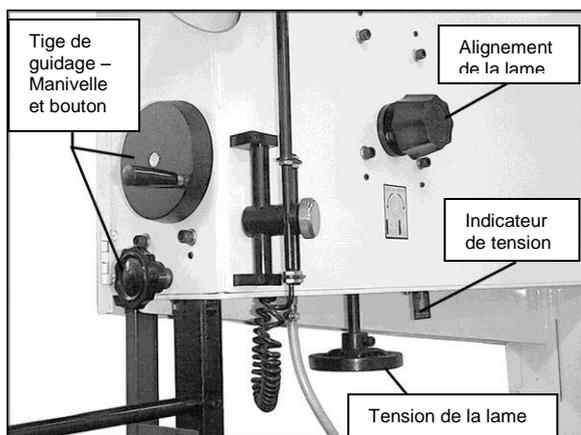
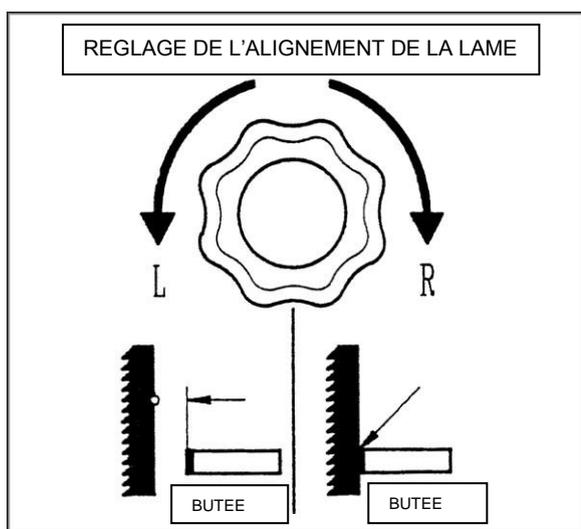

Figure 6
Figure 7
4. Relâcher la tension de la lame en tournant la manivelle de tension (Figure 6) vers la gauche.
Tourner la manivelle de tension de la lame sur la droite pour augmenter la tension de la lame, et sur la gauche pour la diminuer. Préalablement, régler la tension de la lame pour coïncider avec la largeur de votre lame, comme indiqué sur l'indicateur de tension (Figure 6). En vous familiarisant avec la scie, vous pouvez juger nécessaire de modifier le réglage initial de la tension de la lame, en fonction de la largeur de la lame et de la matière à travailler.
6. Si la lame n'est pas correctement alignée, tourner le bouton de réglage de la lame (Figure 6) dans le sens horaire pour déplacer la lame vers l'avant du volant (vu depuis l'avant de la scie), ou bien dans le sens antihoraire pour déplacer la lame vers l'arrière du volant. REMARQUE : Cela éloignera également la lame des butées des ensembles guide-lame ou la déplacera vers elles, comme illustré en Figure 7.
Pour une bonne performance de coupe et par mesure de sécurité, il doit y avoir une distance minimum entre le haut de la pièce et la partie inférieure des guides-lame. Desserrer le bouton de blocage (voir Figure 6) et tourner la manivelle (Figure 6) pour relever ou abaisser la tige de guidage de sorte à ce que les guides soient éloignés de la pièce d'environ 4,75mm.